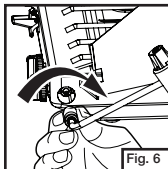

Fig. 6
- Vissez le détendeur au réchaud, à la main. (Fig. 6)